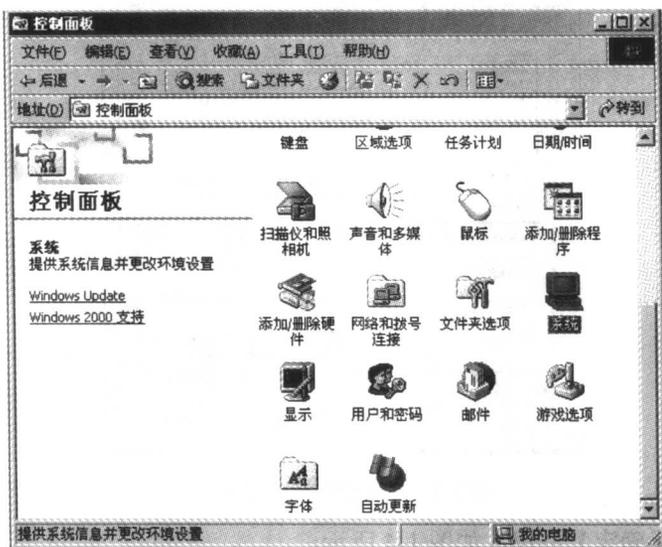

图 1-1 控制面板对话框
- 打开环境变量设置窗口,按步骤单击【开始】→【设置】→【控制面板】,如图 1-1 所示。